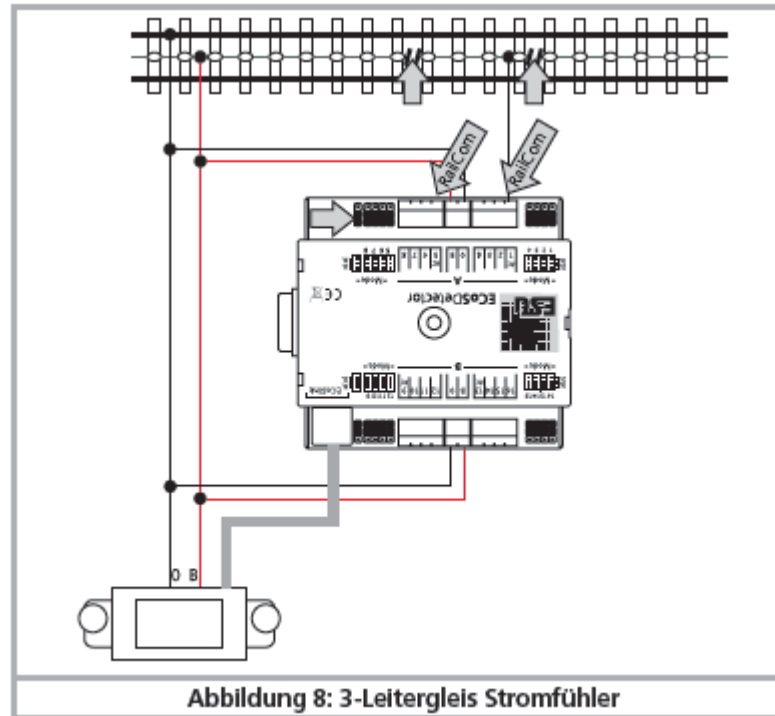

Figura 8 : sistema de 3-carriles con detector de corriente.
- Conecte las entradas "0" y "B" del ECoSDetector a la salida conveniente de alimentación. En el ejemplo de la figura 8, los dos grupos de bornes "A" y "B" son cada uno abastecidos por la misma fuente de alimentación. Por tanto los terminales "0" y "B" de cada lado del módulo deben conectarse juntos. Si para el grupo "B" (entradas 9 a 16) utilizamos una alimentación ECoSBoost separada, la conexión deberemos hacerla tal como se describe en el capítulo 6.4.